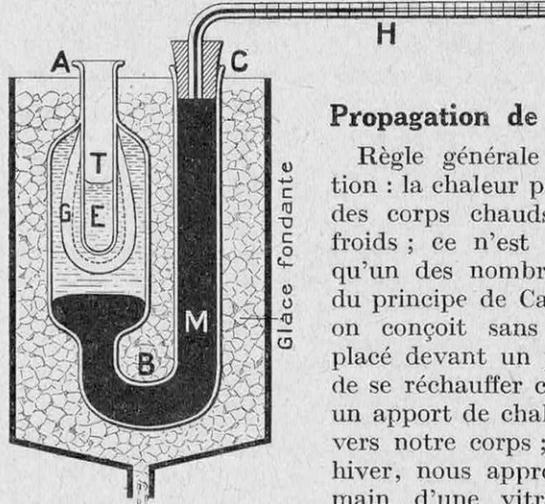

FIG. 10. — CALORIMÈTRE
Le plus simple (au point de vue théorique) de ces appareils est le calorimètre à glace (fig. 10) : sa partie essentielle *ABC* est en verre, tout d'une seule pièce ; elle renferme une masse de mercure *M*, qui se prolonge dans un tube capillaire horizontal *H*, adapté au moyen d'un bouchon étanche *C*. Audessus du mercure se trouve de l'eau partiellement solidifiée en *G* ; la quantité de chaleur à mesurer sera envoyée dans le tube *T*, qui renferme de l'eau *E*. L'appareil est tout entier à 0° et *il restera continuellement à cette température pendant tout le temps de l'expérience* (1).